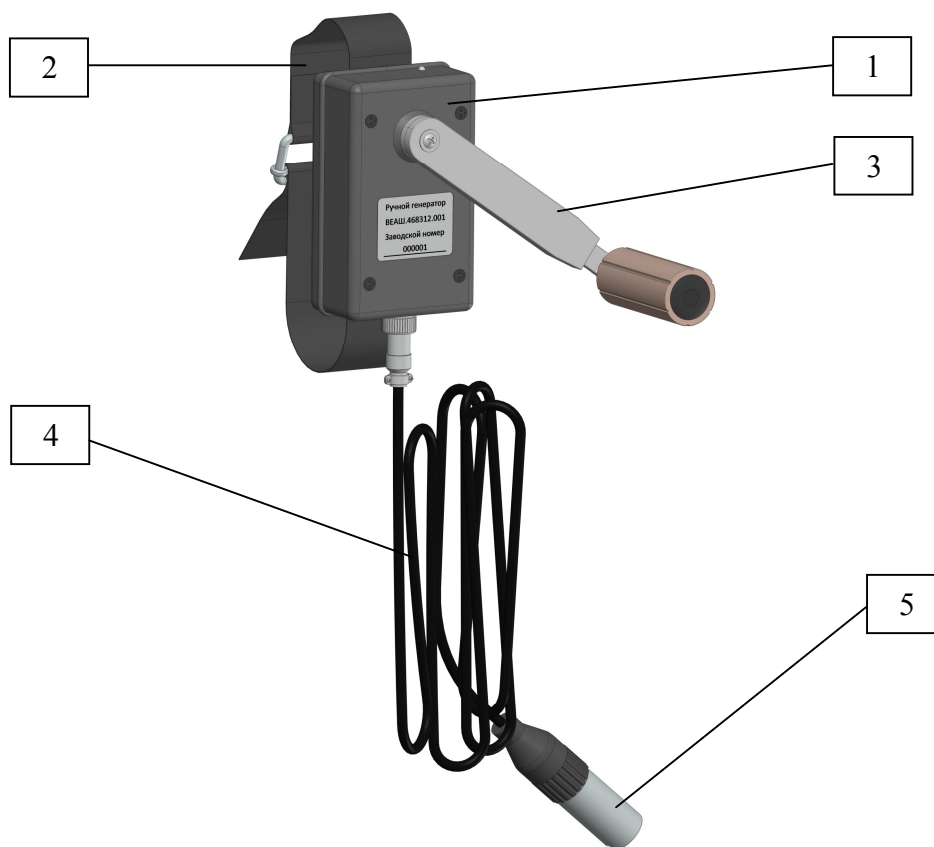

Рис. 1 Общий вид ручного генератора
1.2.1 Общий вид и основные конструктивные элементы ручного генератора представлены на рис. 1